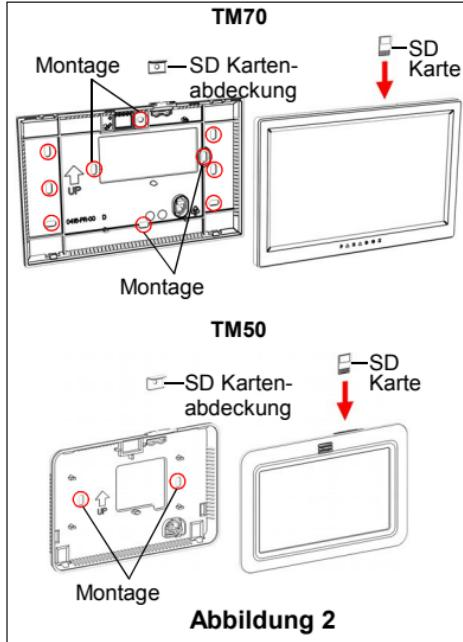

Abbildung 2
3. Vergewissern Sie sich, dass die SD-Karte ordnungsgemäß installiert wurde (Kontakte der SD-Karte zeigen nach vorne) wie in Abbildung 2 gezeigt.